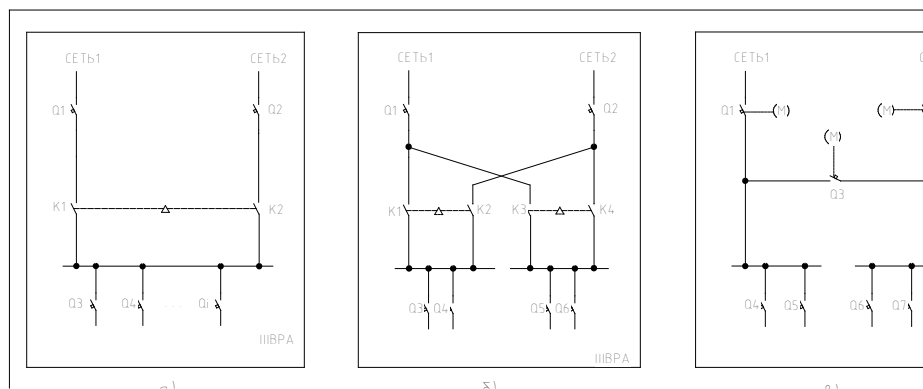

Рисунок 17.4 (а, б, в). Варианты схемы ШВРА с двумя вводами от сети
На рис. 17.4 (а, б, в) представлены различные варианты этой схемы:
- вариант питания потребителей от одного ввода сети, когда другой ввод находится в резерве (рис. 17.4а);
- вариант питания двух групп потребителей, каждая – от своего ввода сети (рис. 17.4б, 17.4в). При пропадании напряжения на одном из вводов питание обеих групп потребителей осуществляется от другого ввода. На рис. 17.4б схема построена на контакторах, на рис. 17.4в – на автоматах с моторными приводами.